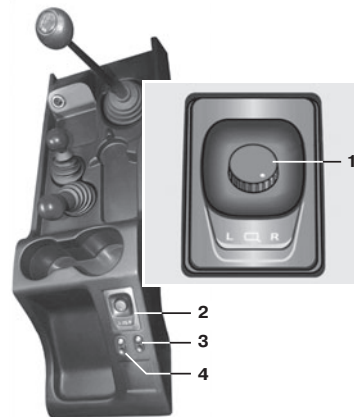

Рис. 31
**В варианном исполнении** автомобиль может быть укомплектован отдельным блоком управления электростеклоподъемниками **2** (рис. 31)
Выбор регулируемого зеркала осуществляется поворотом ручки джойстика **1** (рис. 31) в фиксированные положения (правое «**R**»/левое «**L**»), соответствующие регулировке правого/левого зеркала.